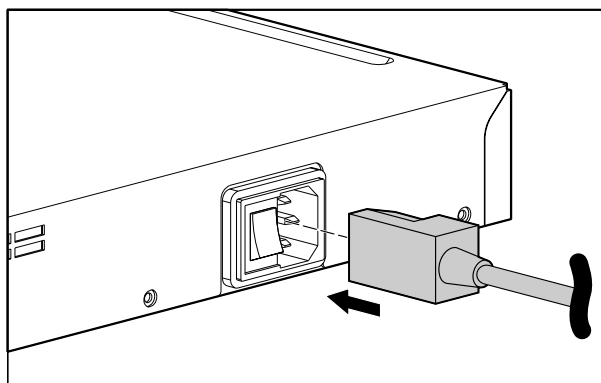

Figure 28 : Connexion du cordon d'alimentation au connecteur d'alimentation
2. Branchez le cordon d'alimentation dans la prise d'alimentation située sur le panneau arrière dans le châssis (reportez-vous à la Figure 28).